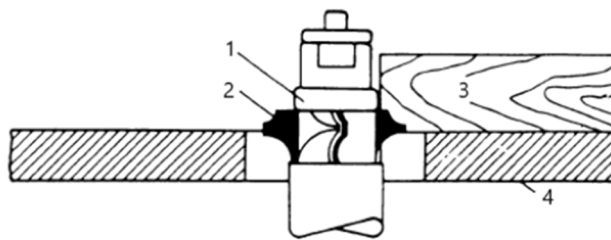

Figura 8
2. Utilizzando il collare sopra la fresa, figura 8, si ha il vantaggio che il taglio non viene influenzato da leggere variazioni nello spessore del pezzo. Tuttavia, durante l'operazione il taglio non è visibile. Un altro vantaggio è che il sollevamento accidentale del pezzo in lavorazione non lo danneggia. Basta correggere l'errore ripetendo l'operazione.